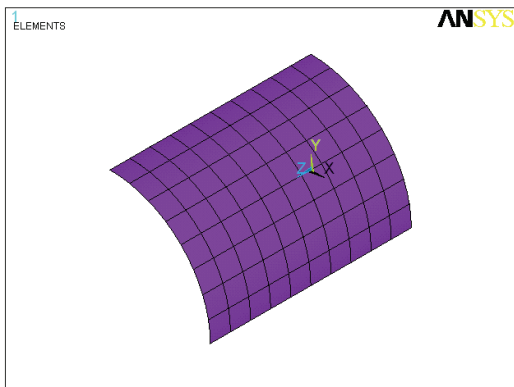

图 3-81 网格划分结果显示
14) 选择 Utility Menu | Plot | Elements 命令, ANSYS 显示窗口将显示网格划分结果, 如图 3-81 所示。